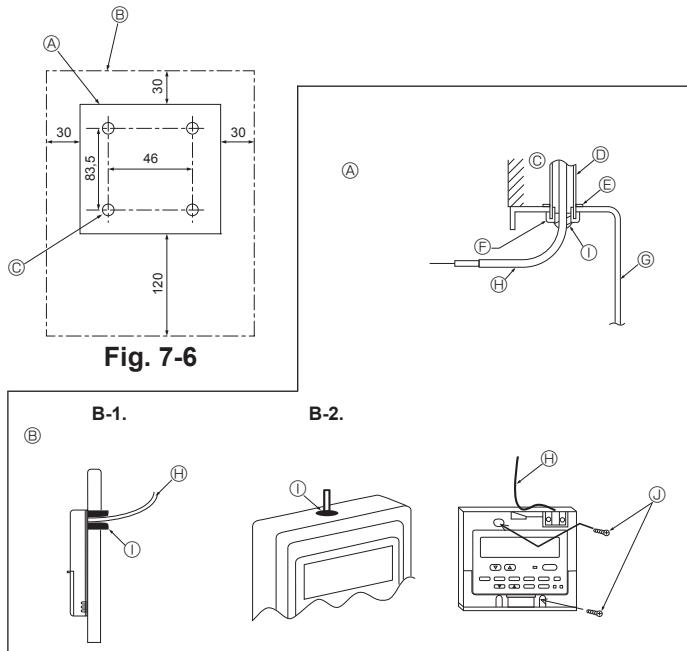

Fig. 7-6
- Välj installationsplats för fjärrkontrollen. (Fig. 7-6)